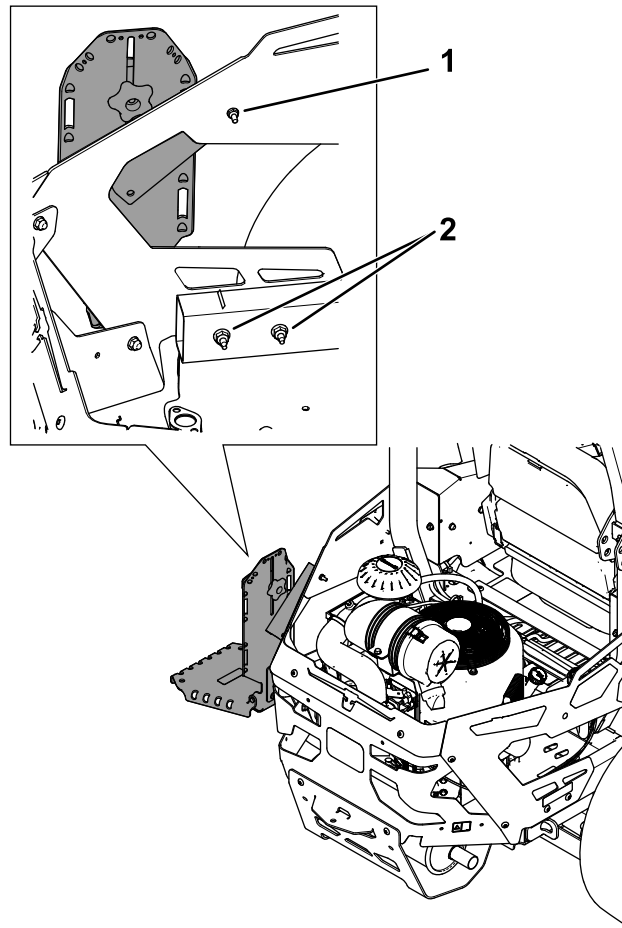
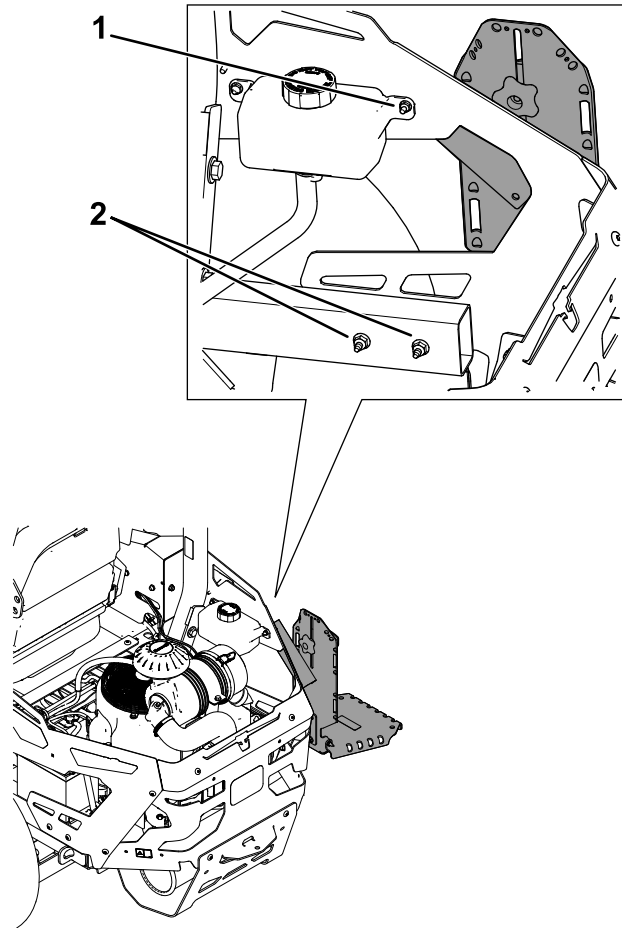

Figura 3
Figura 4
1. Fissate il supporto di montaggio alla protezione laterale posteriore utilizzando un bullone a testa tonda ($\frac{1}{4}$ " x 1") e 1 dado ($\frac{1}{4}$ "), come illustrato nella Figura 3 o Figura 4.
2. Fissate la parte inferiore della staffa principale alla protezione del motore utilizzando 2 bulloni ($\frac{5}{16}$ " x 3") e 2 dadi ($\frac{5}{16}$ ") come illustrato nella Figura 3 o nella Figura 4.